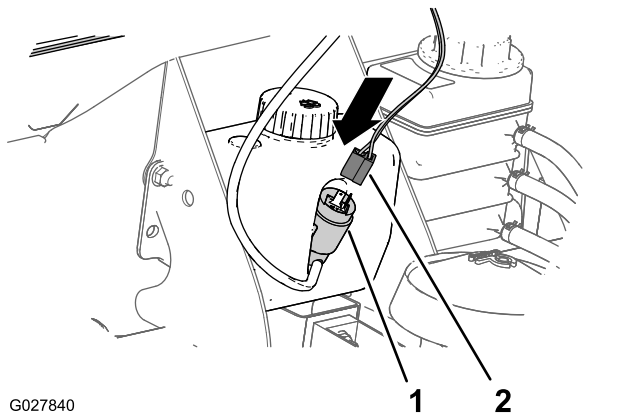

Figura 29
1. Allineate il connettore a 2 prese del cablaggio preassemblato al connettore a 2 lamelle della pompa di lavaggio (Figura 29).
2. Spingete il connettore del cablaggio preassemblato sulla pompa, fino a quando non è completamente in sede (Figura 29).